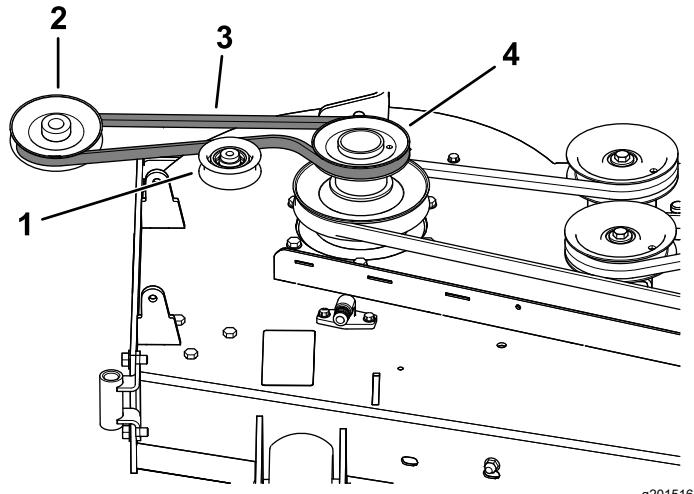
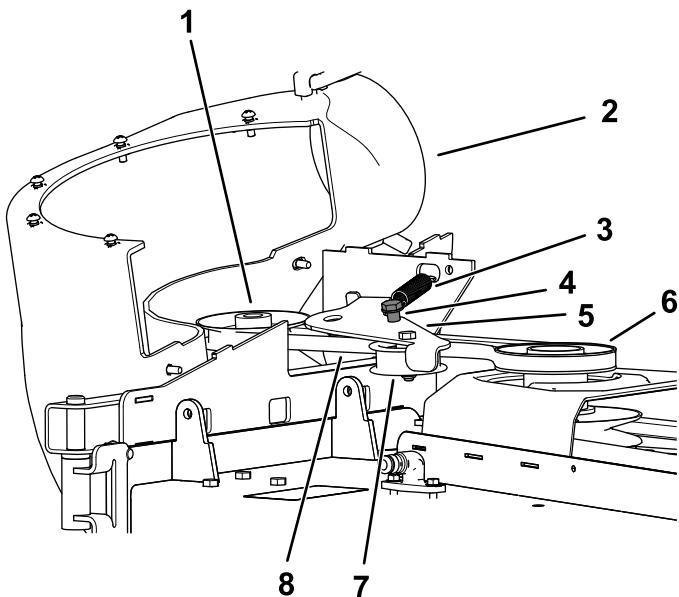

Figura 25
Figura 26
1. Po potrebi montirajte kaiš na remenicu duvača (Figura 25).
- Postavite kaiš oko remenice duvača (Figura 25 și Figura 26); pogledajte 10 Montaža sklopa duvača \(Pagină 16\).
3. Povucite remenicu prenosnika sa oprugom da se odmakne od fiksiranog stubića opruge, pa provucite kaiš oko remenice kućišta kosilice (Figura 26).
4. Provucite kaiš oko pogonske remenice kako je prikazano na Figura 25 i Figura 26.